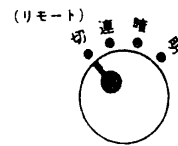

図10
- 切換スイッチを「切」(リモート)にしますとコントロールス本体での操作が切れます。(図10)